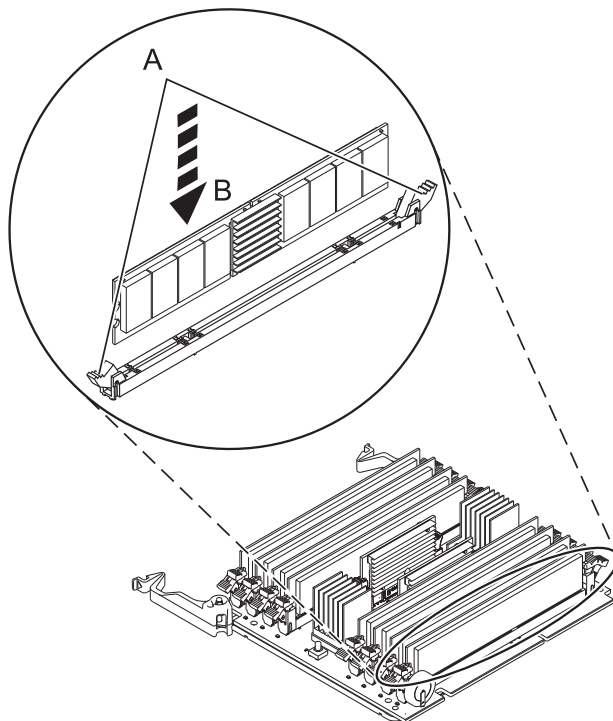

図9. メモリー・モジュールの取り替え
12. 新しいメモリー・モジュールを取り付ける前に、16ページの図9に示すように、コネクタ・ロック・タブ (A) を押して開き、ロック解除位置にしてあることを確認します。
13. メモリー・モジュール (B) の端を慎重につかみ、コネクタの位置に合わせます。